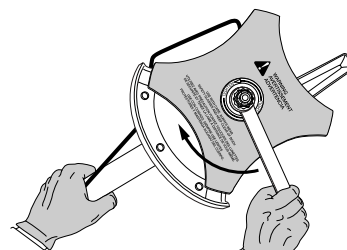

Fig. 14
- Maintenez la tige de blocage en place en la saisissant près du bras de l'appareil (Fig. 14).
- Tenez la tige de blocage et desserrez l'écrou de la lame en le tournant à droite avec une clé fermée ou à douille de 5/8 pouce (Fig. 14).